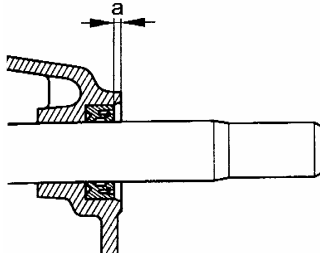

图 12-60 密封垫圈安装位置
(5) 密封垫圈的安装位置应满足图 12-60 中所示 $a=1\text{mm}$ 。